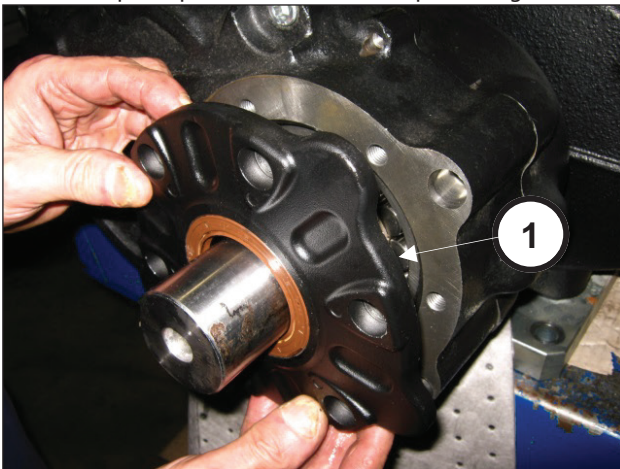

Fig. 86
Insira a tampa do pinhão no seu assento (pos. ①, Fig. 86).